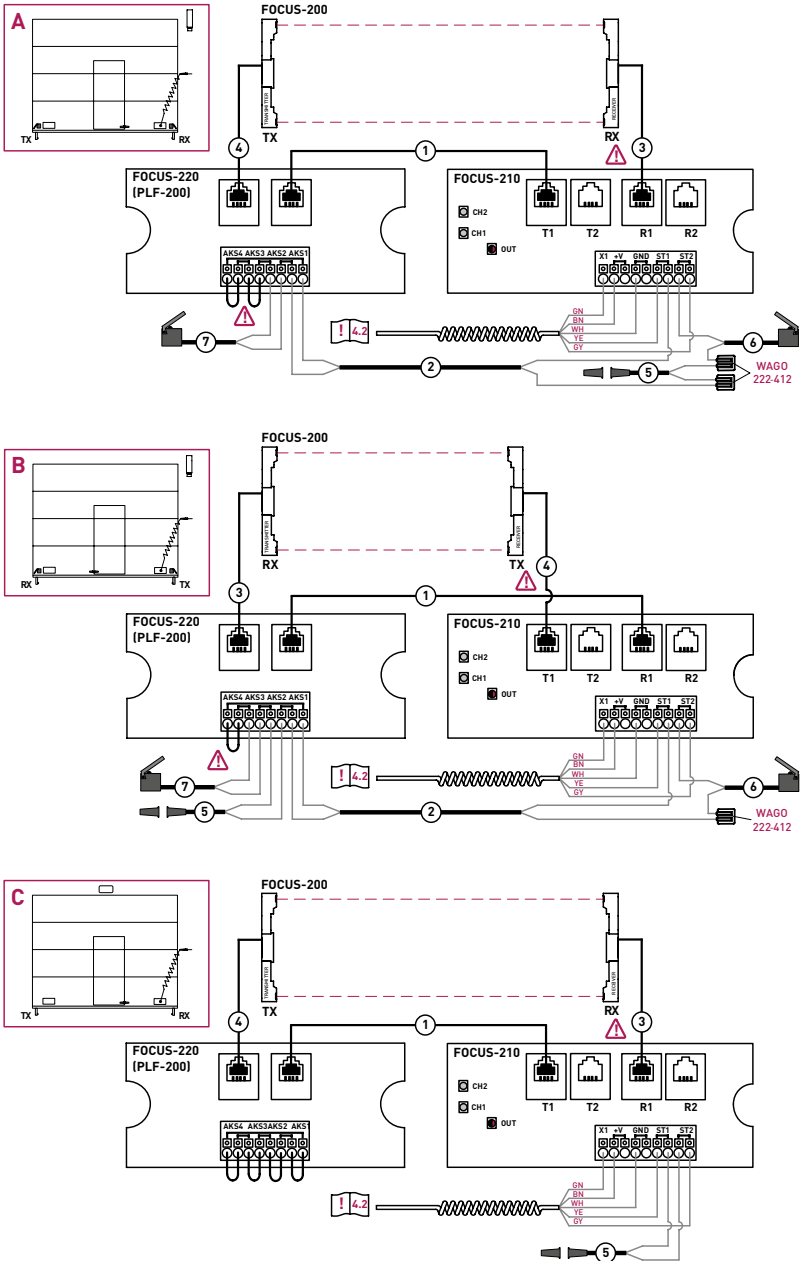

Abb. 3 — Beispiele der elektrischen Anschlüsse vom Set **FOCUS-200KIT**
*Abb. 3* zeigt Beispiele für elektrische Anschlüsse in Abhängigkeit vom Tortyp und der Position von Sensoren und Schaltern:
Kennzeichnen auf dem *Abb. 3*: